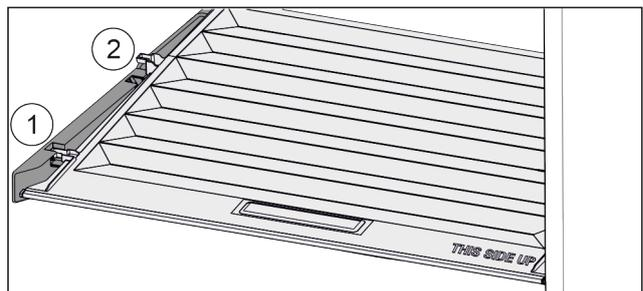

Fig. 103
- Tirer le couvercle vers l'avant jusque dans l'orifice des pièces de retenue Fig. 103 (1).
- Le soulever par le bas à l'arrière et le sortir par le haut Fig. 103 (2).